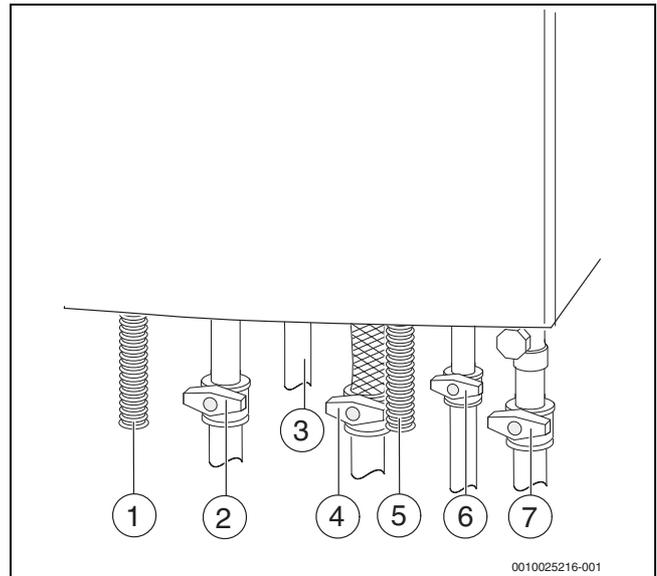

Рис. 26 Подключения газа и воды (дополнительное оборудование)
- ▶ Откройте кран холодной воды (→ рис. 26) и затем откройте кран горячей воды и держите его открытым до тех пор, пока из него не потечет вода.
- ▶ Откройте краны подающей и обратной линий отопления (→ рис. 26).
- ▶ Заполните отопительную систему до давления 1–2 бар в устройстве заполнения и подпитки (→рис. 26) и снова закройте устройство заполнения и подпитки.